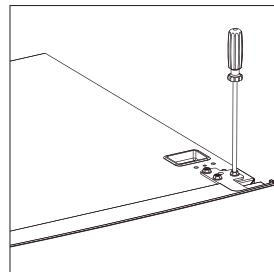
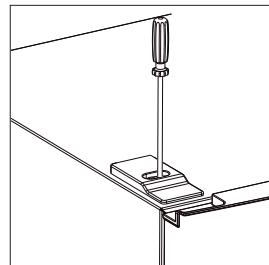

Fig. 5
Fig. 6
- ▶ Dévissez les trois vis de maintien de la plaque de charnière et retirez cette dernière de la porte du réfrigérateur (2) (fig. 5). Enlevez également la rondelle et mettez-les de côté pour une utilisation ultérieure.
- ▶ Retirez la porte du réfrigérateur (2) en la soulevant depuis la charnière médiane et posez-la sur le côté de telle manière qu'elle ne puisse pas tomber, sur une surface souple pour éviter les rayures.
- ▶ Dévissez la vis de maintien du cache-vis à l'aide d'un tournevis cruciforme (fig. 6).